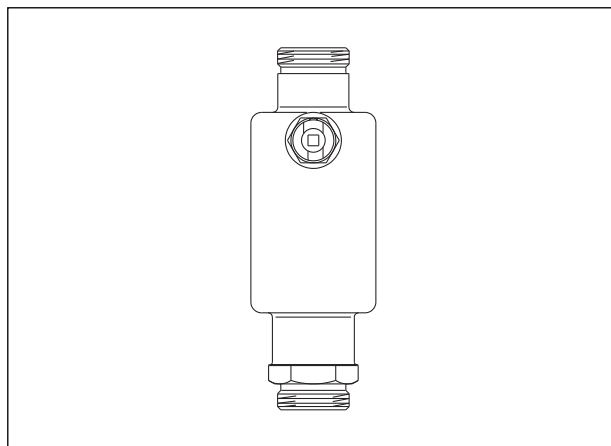

Fig. 4: Pot de purge, réf. OV 136 42 60
- Pot de purge pour montage vertical dans la tuyauterie (voir fig. 4)